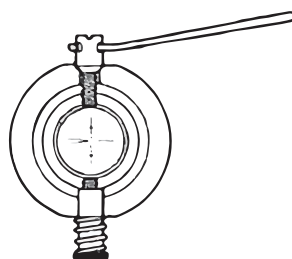

Рисунок 11
Снимите защитный колпачок окуляра (12). Поворачивайте юстировочный винт с помощью шпильки (рис. 11) до тех пор, пока значения b_2' и b_2 не станут одинаковыми. Снова наденьте защитный колпачок окуляра.